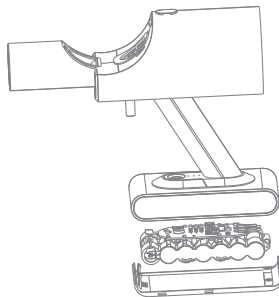

Рис. 2
2. Подденьте нижнюю крышку аккумуляторной батареи с помощью отвертки, открутите 4 винта, а затем отсоедините электрическую схему, как показано на рис. 2.